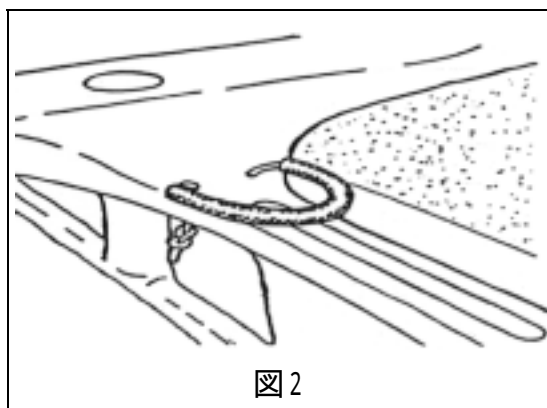

図2
- センタ - ボ - ドケ - ス前側の穴に、センタ - ボ - ド用ショックコ - ドにひも入りピニ - ルチュ - プを通し取り付ける。〔図2〕(エイトノット)